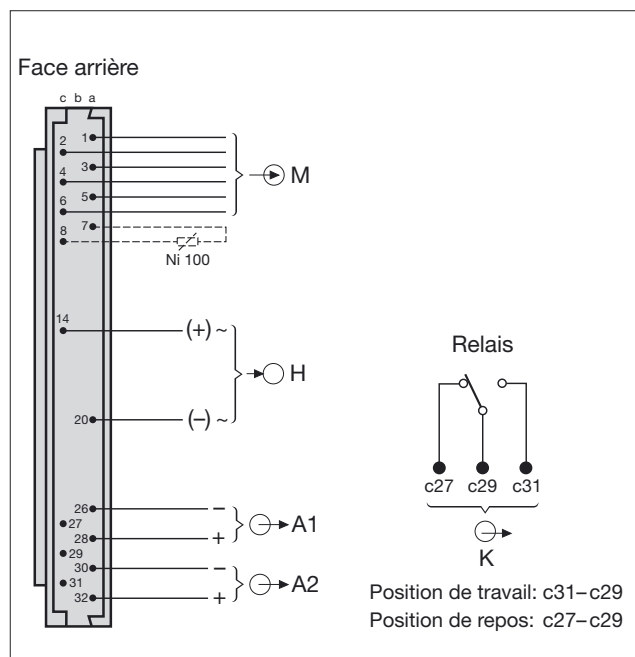

Fig. 6. Plan des fiches. Vue depuis l'arrière du SIRAX V 644.
Le convertisseur de mesure SIRAX V 644 est embroché dans un support d'appareils BP 902. Les connexions électriques entre le convertisseur de mesure et le support sont assurées par un connecteur à 96 pôles (forme C, DIN 41 612). Le plan des fiches utilisées est représenté dans la Fig. 6.
- ... que les caractéristiques techniques qui permettent de résoudre le problème de mesure correspondent aux données mentionnées sur la plaquette signalétique du SIRAX V 644 (→ entrée de mesure M, → sorties de mesure A1 et A2, → alimentation auxiliaire H et → sortie de contact, voir Fig. 6)!
Légende pour Fig. 6
Connecter les lignes de la sortie de mesure A1 aux doigts a26 (-) et a28 (+) et de la sortie A2 (indicateur local) aux doigts a30 (-) et a32 (+), voir Fig. 6.
Les lignes de l'alimentation auxiliaire doivent être raccordées aux doigts a20 (≈) et c14 (±) voir Fig. 6.
Connecter les lignes de sortie de contact selon Fig. 6 resp. Tableau 6.